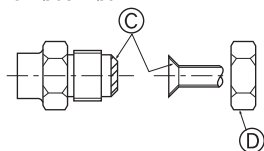

Fig. 4-5
(A) (Fig. 4-5)
(B) (Fig. 4-5)
4.4. Forbindelsesrør (Fig. 4-5)